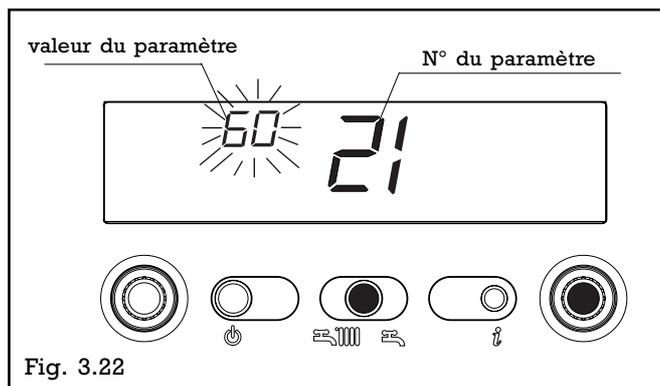

Fig. 3.22
- appuyer sur la touche SELECTION/VALIDATION pour accéder à la modification de la valeur du paramètre : la valeur configurée précédemment clignotera (fig. 3.22)